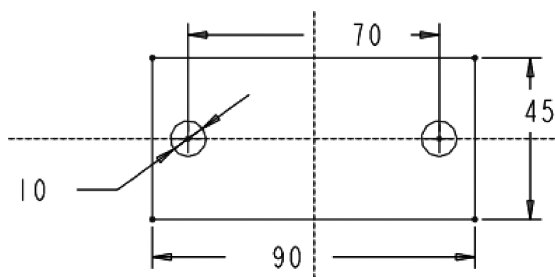

图 4-100 修改后的截面形状
(3) 使用【草绘器工具】工具栏的各种草绘工具，将截面图形修改为如图 4-100 所示的形状，单击【草绘器工具】工具栏中的【完成】按钮 ，接受草绘图形，拖动鼠标中键预览模型，然后按 <Ctrl + D> 组合键，回到默认观察角度。